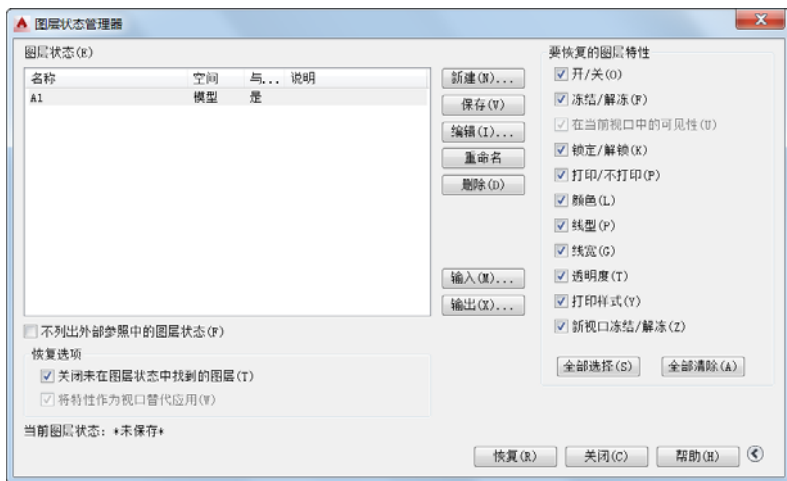

图 6-32 使对话框显示更多的恢复选项
(13) “更多恢复选项”按钮：单击该按钮，在对话框中显示更多的恢复选项，而此时对话框显示有“更少恢复选项”按钮，如图 6-32 所示。